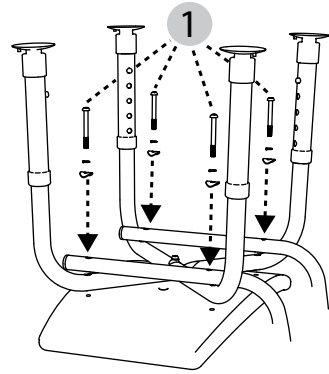

Abb. 3
3. Im nächsten Schritt bringen Sie die Löcher der Teleskopbeine und die der Rückenlehnrohre auf Deckung und verschrauben Sie alle Komponenten mit der Sitzfläche (Abb. 3, 1). Verwenden Sie dafür folgende Teile: